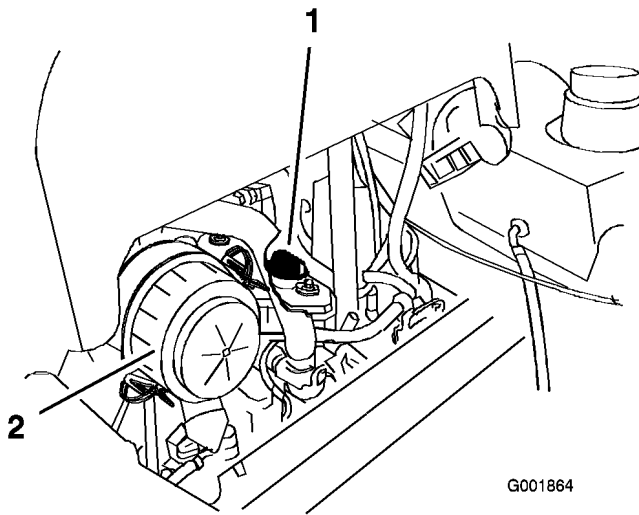

Figura 45
6. Retire el tapón de llenado de aceite de la parte superior del motor (Figura 45). Esto facilitará el vaciado del aceite.